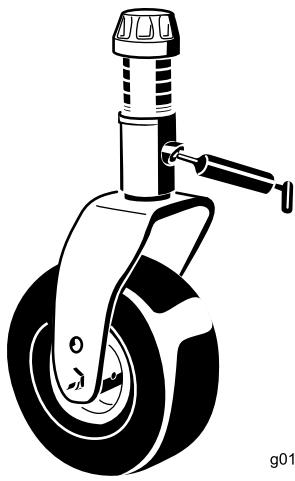

Bild 44
- Laufradgabel-Büchsen (1) (Bild 44)
- Spannarm-Gelenkbüchsen (1) (am Spannarm)